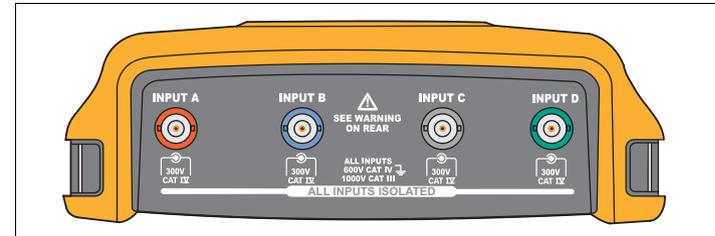

Figure 1. Connecteurs BNC
- Ne connectez pas le ressort de masse (voir la Figure 1 dans le *mode d'emploi de ScopeMeter Test Tool 190 Series II.*) à des tensions supérieures à 42 V crête (30 Vrms) par rapport à la terre.
La partie supérieure de l'outil de diagnostic est dotée de quatre entrées de signal BNC de sécurité. Ces entrées isolées permettent des mesures flottantes indépendantes avec chaque entrée. Voir la Figure 1.